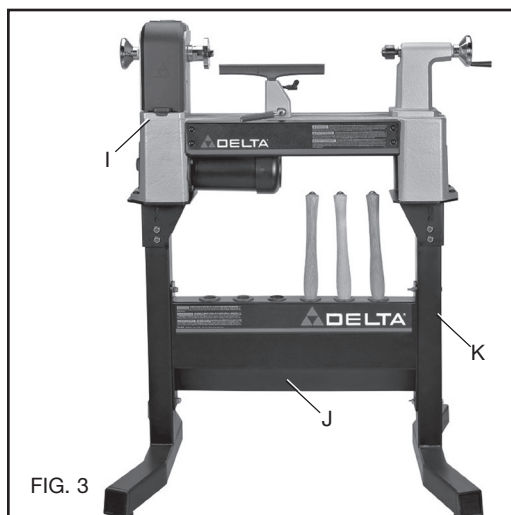
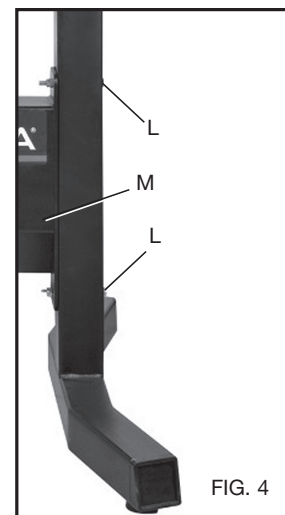

FIG. 3
FIG. 4
1. Remove the lathe (I) Fig. 3 from the stand (J).
2. Remove the right side leg (K) Fig. 3 by removing both sets of bolts, washers and nuts, located at (L) Fig. 4, that attach leg to cross brace / tool holder (M).
1. Retirez le tour (I), fig. 3, du banc (J).
2. Retirez le pied droit (K), fig. 3, en retirant les deux jeux de boulons, rondelles et écrous, situés sur (L), fig. 4, et qui rattachent le pied à la barre transversale/porte-outils (M).